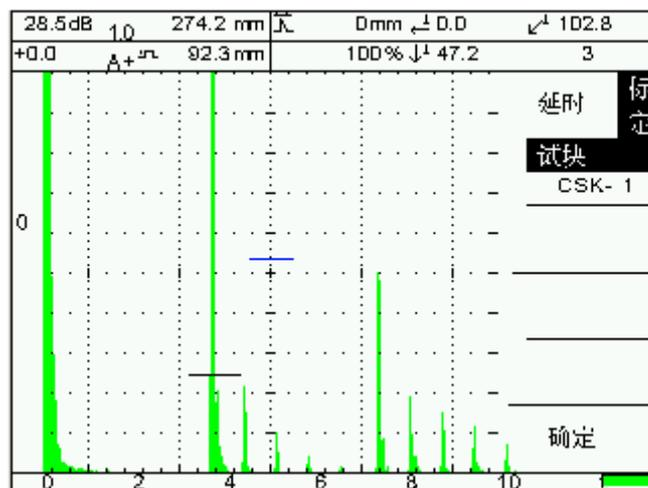
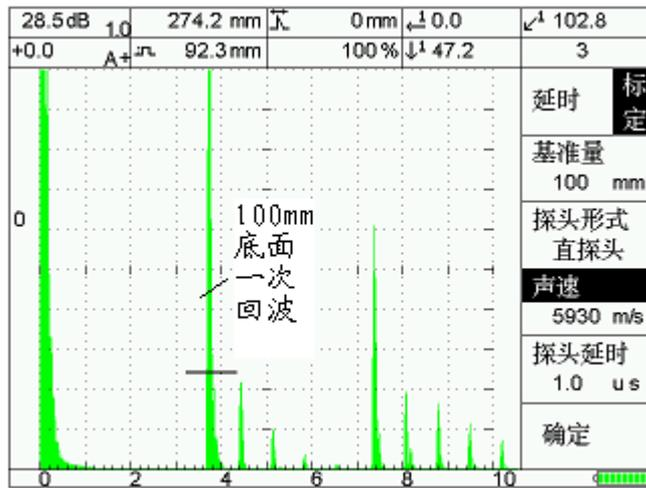

图 4-2
图 4-3
- (1) 按[标定]-[A]，屏幕显示如图 4-2。
- (2) 按【调节键】选择试块，我们以 CSK-1 试块为例。
- (3) 按[E]确定，屏幕显示如图 4-3。
- (4) 按[A]，选择基准量(单位 mm)，如上图按【调节键】输入 100mm。
- (5) 按[B]探头形式反显，选择直探头。
- (6) 按[C]声速反显，按【调节键】可调节。
- (7) 按【闸门 1】键，调节闸门 1 到 100mm 一次回波位置，按[E]起点确定。
- (8) 此时探头延时即[D]位置，出现标定结果，如图 4-3 为  $1.0\mu\text{s}$ 。仪器将自动记录。